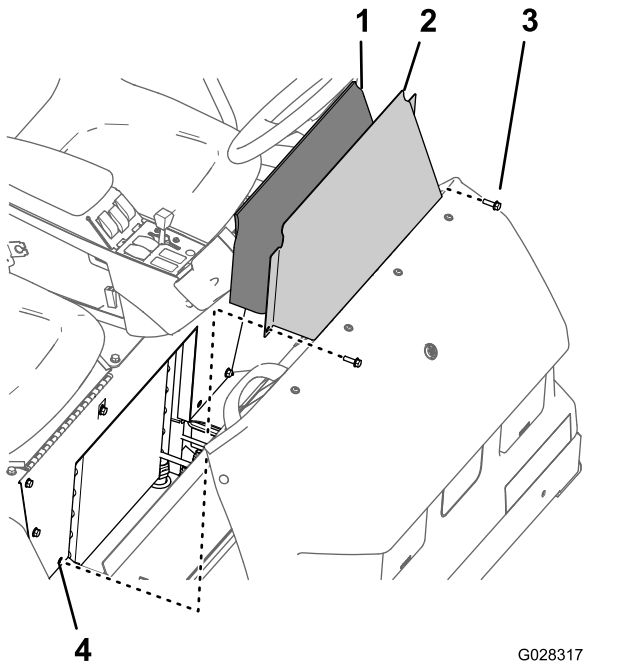

图43
1. 拆下将座椅底座检修盖固定至座椅底座的 2 个凸缘头螺栓图 43。
2. 从机器上拆下座椅底座盖和吸音板 图43。
1. 将吸音板与座椅底座上的开口对齐以安装座椅底座检修盖 图43。
2. 将座椅底座检修盖上的孔与座椅底座上的孔对齐 图43。
3. 使用 拆下座椅底座检修门 \(页码 32\) 的 1 中拆下的 2 个凸缘头螺栓 图43将座椅底座检修盖组装至座椅底座。